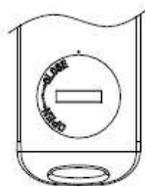

Figure 10
- 1) Ruotare il tappo (Fig. 10)